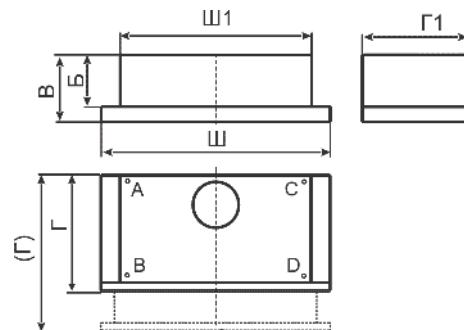

рис. 2
- просверлите четыре отверстия Ø5 мм (соответствующие отверстия A, B, C, D, рис. 2) для крепления вытяжки в нижней панели полки;